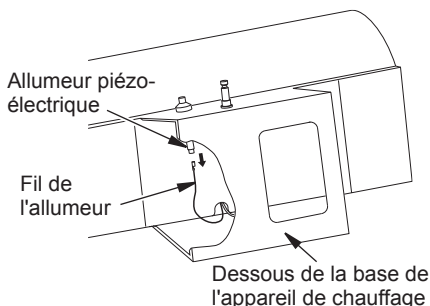

Figure 13 - Retrait du fil de l'allumeur de l'allumeur piézo-électrique
2. Retirez le fil d'allumage noir de l'allumeur piézo-électrique. Le fil d'allumage se trouve sous le socle de l'appareil de chauffage (voir figure 13). Passez le fil vers le haut à travers l'encoche du panneau de garniture.